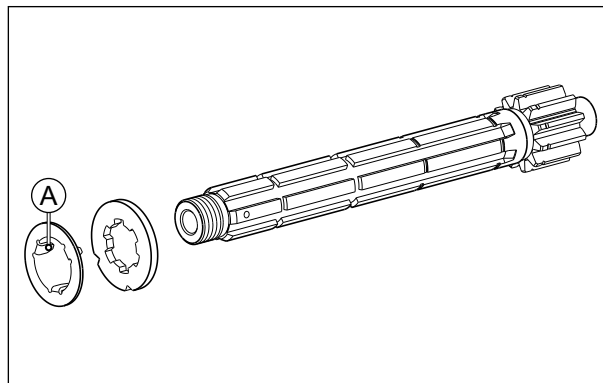

Fig. 3.13
Durante a instalação, certifique-se de que as alças de travamento (A) da arruela de travamento estejam devidamente assentadas nas ranhuras do eixo da embreagem e da arruela da engrenagem movida primária. (Fig. 3.13)